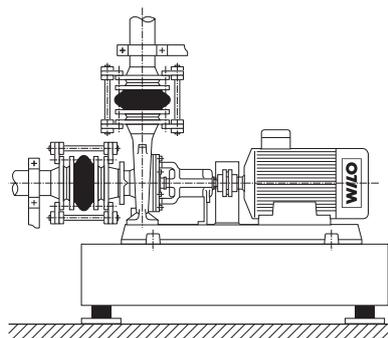

Fig. 10 : Raccordement hors tension de la pompe
- Les tuyauteries ne doivent transmettre aucun effort ou contraintes à la pompe (voir fig. 10).
- La dilatation des tuyauteries lors de l'augmentation des températures doit être compensée par des solutions adéquates (voir fig. 10). La formation de poches d'air dans les tuyauteries doit être empêchée grâce à des installations appropriées.